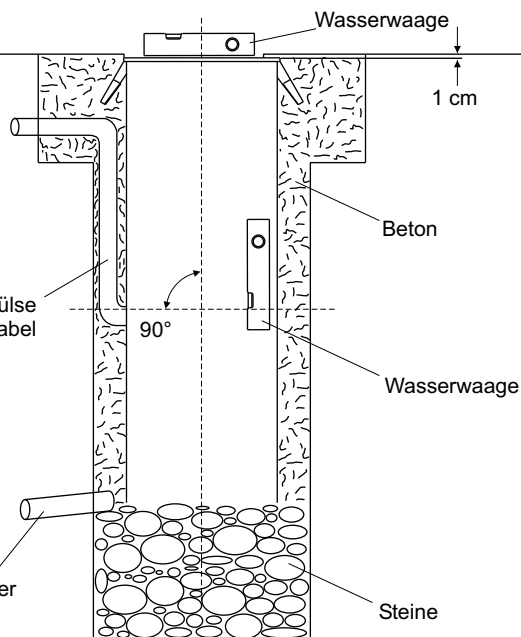

Abb. 3
**N.B.** Die Grundplatte muss max. 1 cm (Abb.3, Abb.3-A) unter der Strassenebene platziert sein.